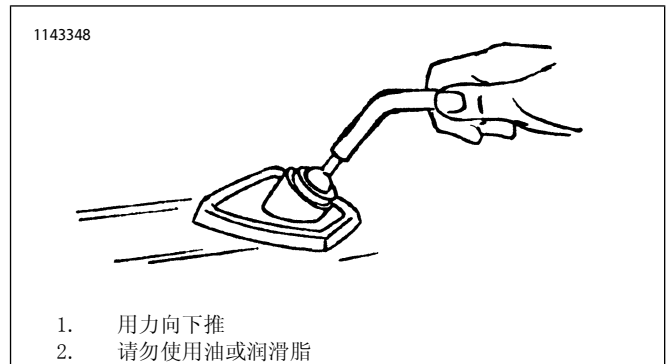

图1。将支柱插入护罩
1. 参见图1。将挡风玻璃支撑在非磨蚀性表面上，并将立柱插入每个插槽中。请勿使用机油、润滑脂或硅胶。使用水或唾液作为润滑剂。